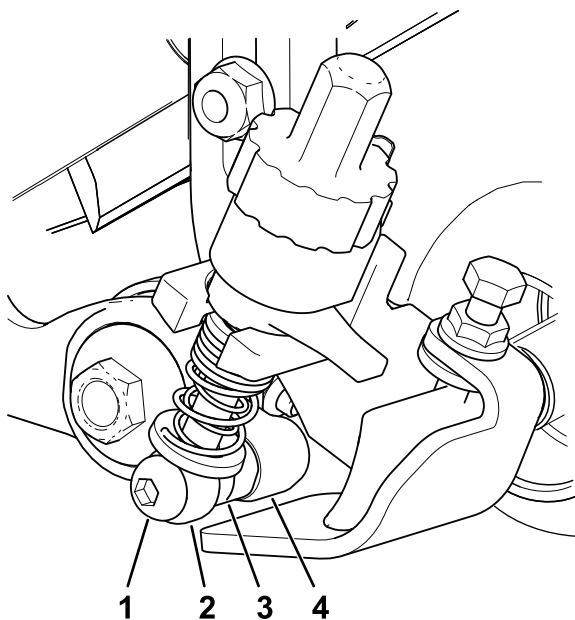

Bild 12
6. Ziehen Sie bei zurückgehaltener Spindel den Sechskantantrieb der Antriebswelle auf ein Drehmoment von 135-150 N·m an, siehe Bild 12.
4. Richten Sie auf der Seite der Spannscheiben die Einstellarmstange der Schnitthöhenhalterung mit dem Einstellring an den Spannscheiben aus und befestigen Sie diese mit einer Ansatzschraube, wie in **Bild 12** dargestellt. Ziehen Sie die Ansatzschraube auf ein Drehmoment von 20 bis 26 N·m an.